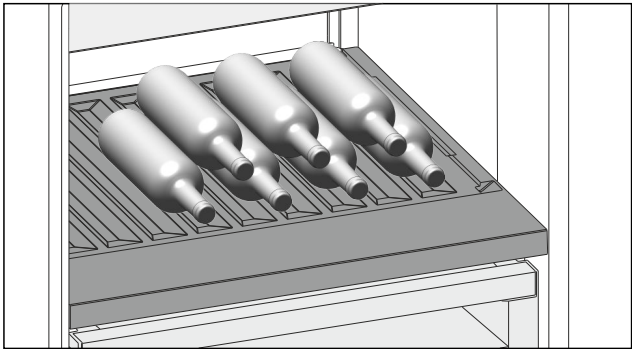

Fig. 125
- ▶ 将瓶底向后对着后壁放入瓶子。[参见 Fig. 125]